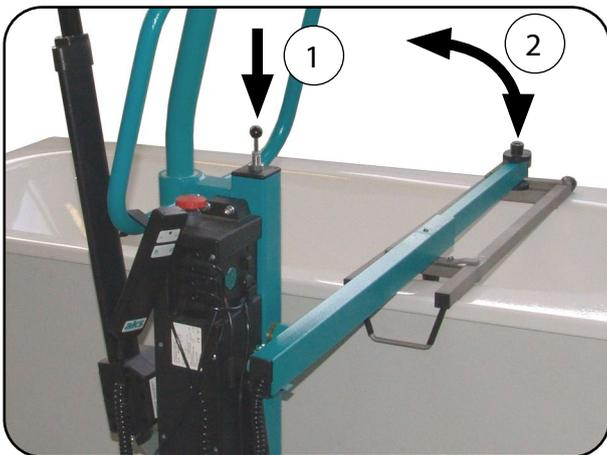

Abb. 8.8.02 - Abstützarm schwenken
**Schwenken des Abstützarms:** Geben Sie durch Drücken der Auslösung die blockierte Gasfeder zum Schwenken frei. Das Herunterschwenken wird durch die Gasfeder unterstützt. Zum Hochschwenken führen Sie den Abstützarm bei gedrückter Auslösung nach oben (Abb. 8.8.02).